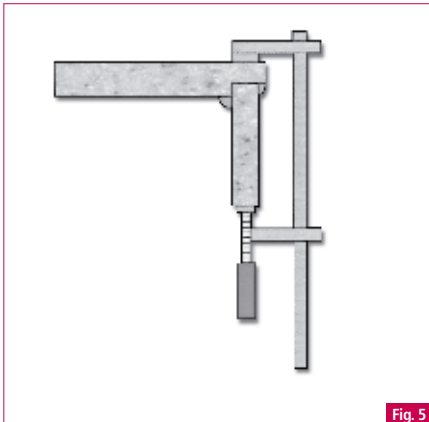

Fig. 5
13.10 Tragen Sie ausreichend Kleber auf und klemmen Sie die Kante mit Schraubzwingen im Abstand von 70 - 80 mm in Position. (Abb. 5).
13.11 Achten Sie darauf, dass sich sowohl an der Innen- als auch der Außenkante der Verbindungsstelle eine Kleberspur bildet. (Abb. 5).